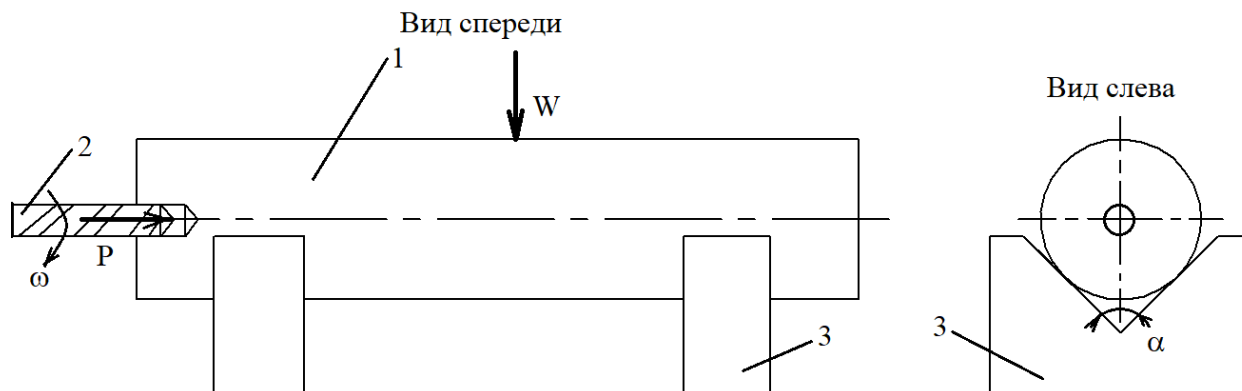

Рис. 2
На компьютеризированном горизонтальном обрабатывающем центре сверлится отверстие в детали привода электромобиля (рис. 2). Для этого цилиндрическая заготовка детали (1) устанавливается на призматические опоры (3), а вращающееся сверло (2) вырезает отверстие в ее торце. Со стороны сверла на заготовку (1) действует осевая составляющая силы резания P . Заготовка прижимается к призматическим опорам силой прижима W , расположенной ровно посередине между призмами (3). Определить *силу прижима* заготовки W , достаточную для обеспечения ее неподвижности при действии на нее силы P , если известно, что $P=300$ Н, коэффициент трения заготовки во всех опорах одинаковый и равен $f=0,2$. Угол раствора призмы $\alpha=90^\circ$ (рис 2. справа).